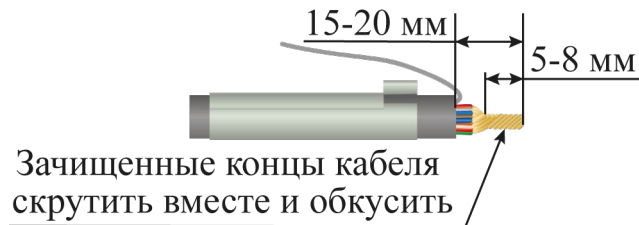

Рисунок 4.7
- зачищенные концы кабеля скрутить вместе и обкусить так, чтобы длина зачищенных концов составила 5 – 8 мм (рисунок 4.7);